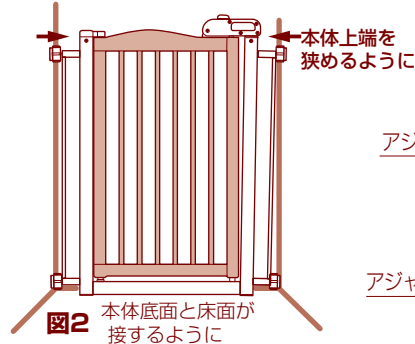

図2
- 安全のため、本品底面と床が接するように設置して下さい。(図2)
※設置の際、本品上部が取り付け場所の幅より広くなることがあります。上側を狭めながら設置して下さい。(図2参照)